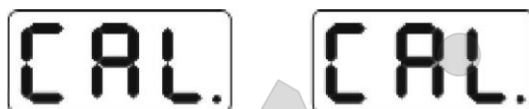

Рис. 8-1
8.1 Включите станок. После включения питания станка выполняется процедура инициализации, см. рис. 8-1. Установите на вал любое колесо среднего размера. Сравнительно сбалансированное, на котором можно закрепить грузик. Затем выполните шаги 7.2 ввода данных обода.
8.2 Нажмите клавишу R и клавишу START (рисунок 8-1), закройте защитный кожух, нажмите клавишу START для следующего шага, нажмите кнопку STOP для выхода;